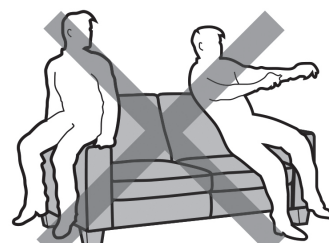

Fig. 1
- Non saltare sul divano e non buttarsi violentemente su di esso. (Fig. 1)
- Non sedersi sui braccioli e/o sulle spalliere (Fig. 1/3)